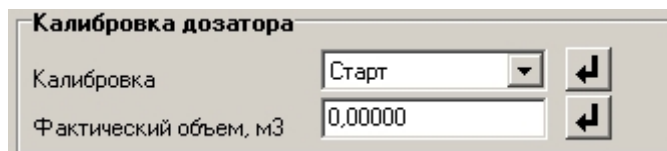

Рис.24. Вид группы параметров «Калибровка дозатора».
- в группе **Калибровка дозатора** (рис.24) для параметра **Калибровка** установить значение **Старт** и нажать кнопку .